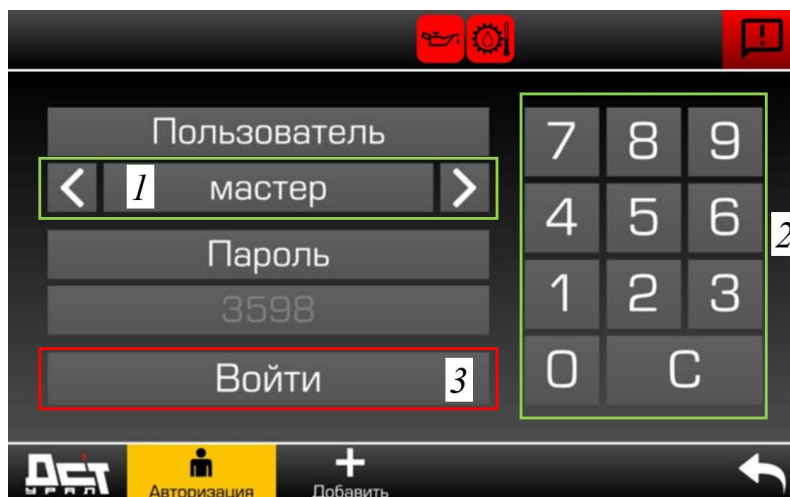

Рисунок 3.15. Страница «Авторизация»
- ▶ Открыть главное меню и выбрать страницу «Авторизация», рис. 3.15